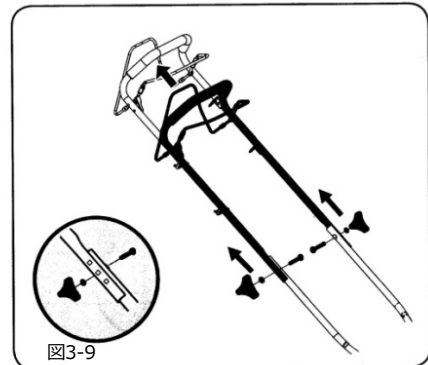

図3-9
1. ウイングナットとボルトをハンドルから取り外してください。図3-9 参照